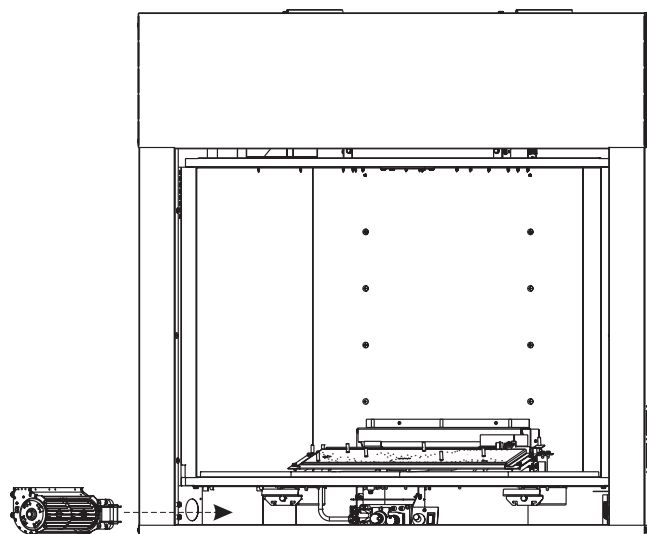

Figure 20
4. Introduire la soufflerie dans le foyer par l'ouverture inférieure en-dessous de l'âtre. Voir Figure 20.